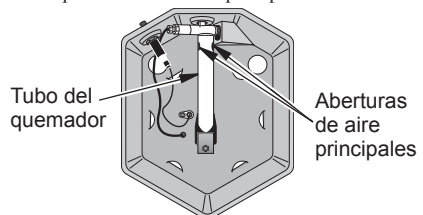

Figura 4 - Vista de la parte inferior del calentador
Para revisar que la llama del quemador sea la apropiada, mire a través de los orificios de ventilación en la parte superior del calentador para ver la llama del quemador. La llama del quemador debe estar azul en su mayoría, con coloraciones amarillas en las puntas. Si la llama del quemador está amarilla en su mayoría, es posible que las aberturas principales en el tubo del quemador bajo la base del calentador estén bloqueadas (consulte la figura 4).
2. Vuelque el calentador para situar las aberturas principales de aire en el tubo del quemador (consulte la figura 4). Extraiga cualquier basura que esté bloqueando las aberturas principales de aire.